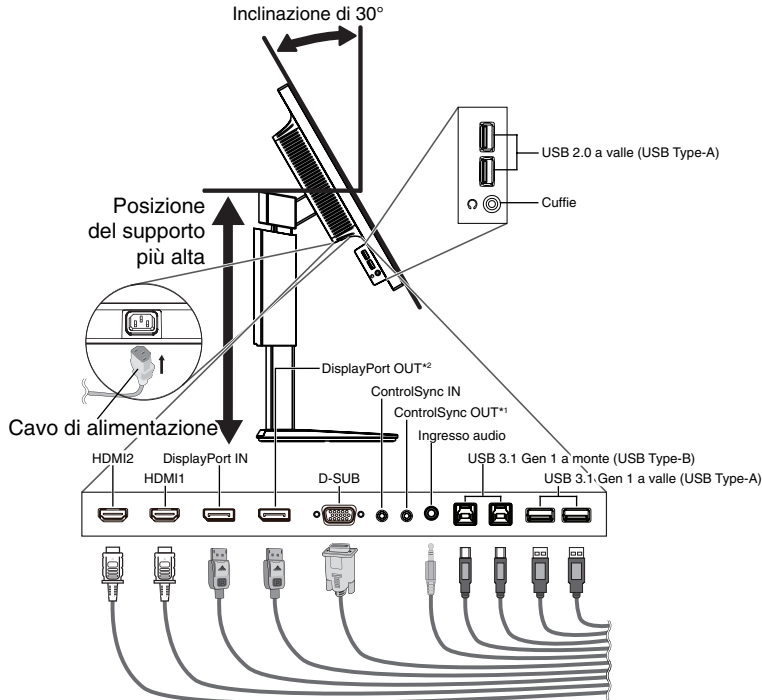

Figura C.1
4. Collegare tutti i cavi ai connettori appropriati (**Figura C.1**). Utilizzando il cavo USB, collegare il connettore tipo B alla porta a monte USB sul lato destro posteriore del monitor e il connettore tipo A alla porta a valle sul computer (**Figura C.1a**). Se si utilizza il cavo di un dispositivo USB, inserirlo in una delle porte a valle del monitor.